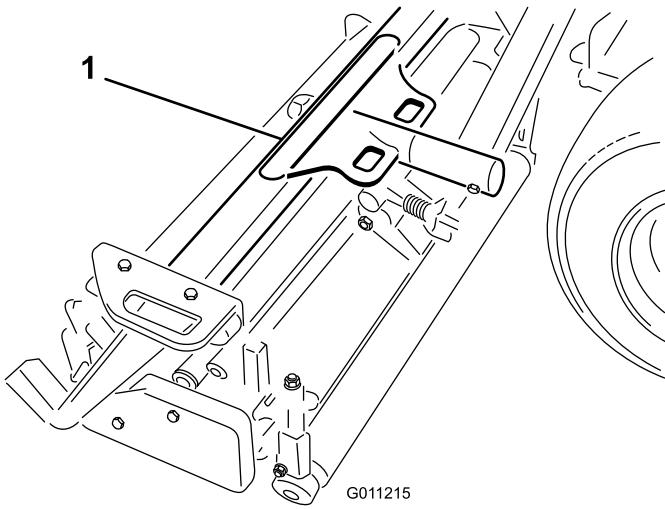
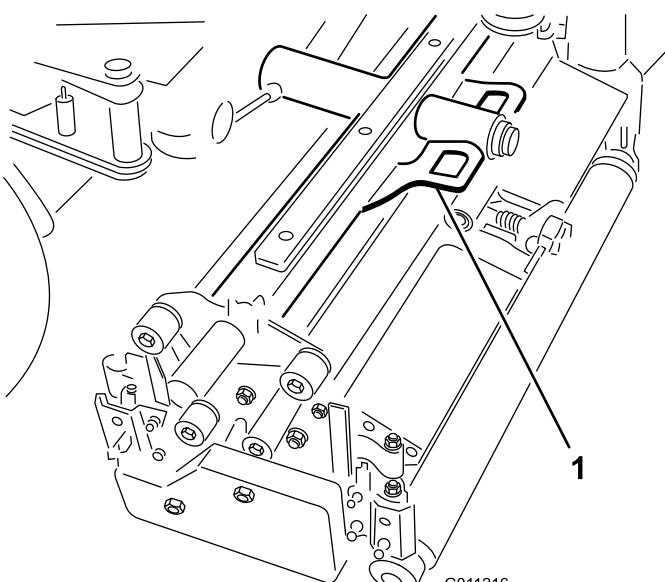
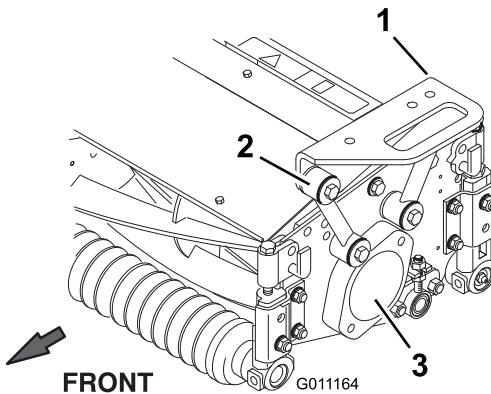

Figura 14
Figura 15
Figura 16
2. Posicione uno de los bastidores de tiro delanteros (Figura 14) en cada unidad de corte delantera. Alinee los taladros de montaje con los acoplamientos de montaje, según se muestra en Figura 16.
3. Coloque el bastidor trasero (Figura 15) en la unidad de corte trasera, alineando los taladros de montaje con los acoplamientos de montaje, según se muestra en Figura 16.
4. Fije cada acoplamiento de montaje al bastidor de tiro con un perno (3/8 x 2-1/4 pulgadas), 2 arandelas planas y una contratuerca, según se muestra en Figura 16. Coloque una arandela en cada lado del acoplamiento al montarlo. Apriete los herrajes a 42 Nm.
- Retire el tapón de transporte de los alojamientos de los cojinetes de las unidades de corte restantes (Figura 16).